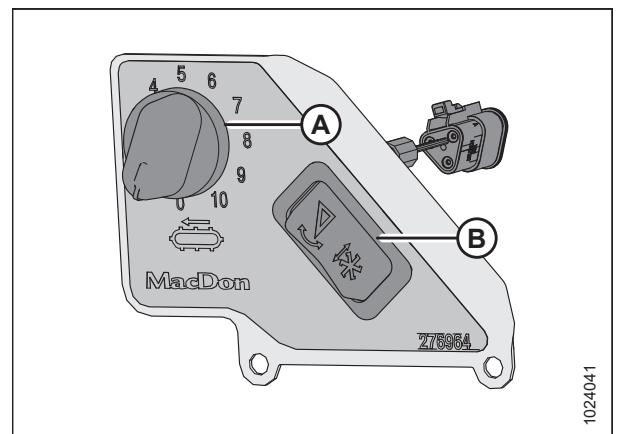

Figura 3.200: Comando della velocità dei tappeti laterali in cabina
Interruttore (B) in Figura 3.200, pagina 181 consente all'operatore di alternare tra i comandi di inclinazione della testata e i comandi longitudinali dell'aspo. Per istruzioni sui comandi, vedere Regolazione dell'angolo della testata dalla mietitrebbia, pagina 152.